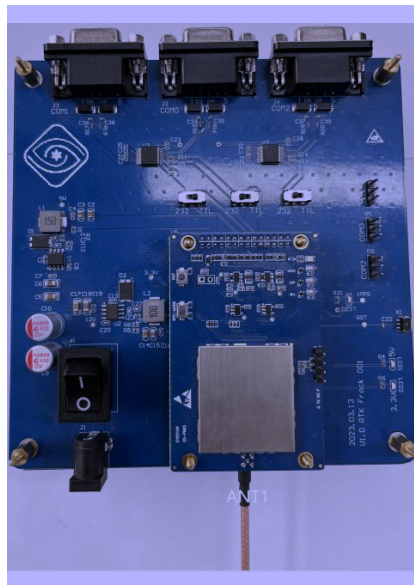

图 4-2 连接天线
- 选择适当增益的有源 GNSS 天线，并将 GNSS 天线架设在稳定、无遮挡的区域，通过同轴射频电缆连接天线和板卡，天线连接至 P684-D 板卡上 ANT1 天线接口，如图 4-2 所示；